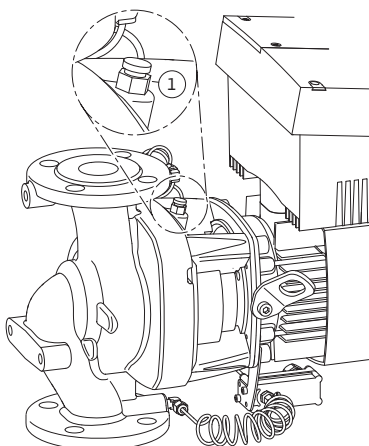

Fig. 49: Valvola di sfiato
6. Scaricare completamente la pressione dalla pompa aprendo la valvola di sfiato (fig. 49, pos. 1).